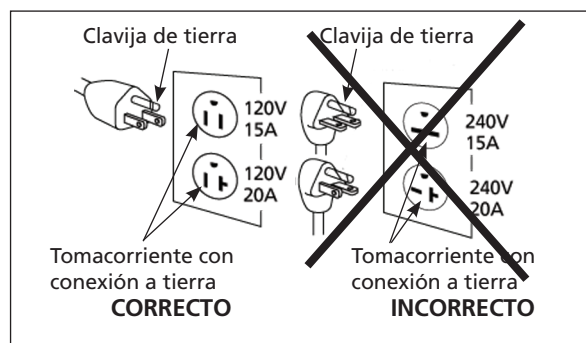

Figura 3 - Método de conexión a tierra
- Este producto es para usarse en un circuito con 120 voltios nominales. Debe estar conectado a tierra. En caso de cortocircuito eléctrico, la conexión a tierra reduce el riesgo de descarga eléctrica al proporcionar un cable de escape para la corriente eléctrica. La unidad está equipada con un cable que tiene una clavija de tierra. Encajará en uno de los tipos comunes de tomacorriente que se muestran en la Figura 3. Si el enchufe no encaja en el tomacorriente deseado, haga que un electricista calificado cambie el enchufe o el tomacorriente.
3. Este producto debe usarse en un circuito para 120 voltios nominales y tiene un enchufe para tierra parecido al que aparece en la Figura 3.